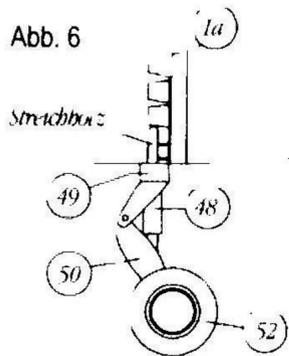

Abb. 6
Mit Hilfe der Klebewinkel (KW) kann dann der Mantel (Teil 36) um das Mittelstück herumgeleimt werden. Zu beiden sind nun die Turbinen einzuleimen, und zwar so, daß die Nähte zur Mitte zeigen. Das hintere Ende der Gondeln bilden die Verkleidungen für das Hauptfahrwerk. Die Teile 37 und 38 werden zu Ringen geklebt, erhalten ihre Verbindungsstreifen und die Spanten. Auch hier ist wieder darauf zu achten, daß die Pfeile genau auf die Naht zeigen. Teil 39 ergibt dann den spitzen Abschluß. Auf die Oberseite der fertigen Gondel muß nun Teil 40a so aufgeklebt werden, daß die Klebefalze senkrecht hochstehen. Teil 40 ist an der Hinterkante zusammenzuleimen und von oben über die Klebefalze von Teil 40 zu schieben. Um die Gondeln am Flügel zu befestigen, sind die beiden Holme 40b einzulassen. Hierzu müssen an den gekennzeichneten Stellen auf der Unterseite der Tragflächen mit einem scharfen Messer Schlitzlöcher eingeschnitten werden. Beim Einleimen ist auf die Kennzeichnung rechts und links (Pfeile unter den Teilnummern) zu achten. Da die Flügel eine starke negative V-Stellung haben, ist das besonders wichtig, damit die Triebwerksgondeln dann genau senkrecht hängen. Das gilt auch für die Teile 40, die genau der Schrägung angepaßt sind und nicht verwechselt werden dürfen. Also erst ohne Leim anpassen und ausrichten! Wenn beide Gondeln angeleimt sind, ist unser Modell fertig. Wer gern ein Standmodell haben möchte, kann noch das Fahrwerk anbringen. Hierzu werden auf der Unterseite der Motorgondeln und am Rumpfvorderteil die schwarzen Flächen 41 bzw. 47 auf dort eingezeichneten Klappen geklebt. Das Hauptfahrwerk besteht aus den Teilen 42, die um ein Streichholz herumgeleimt werden, den Teilen 43, die den Radkasten bilden und den Teilen 44 und 45, aus denen die Räder modelliert werden. Den genauen Aufbau des Hauptfahrwerks zeigt Abb. 5, den des Bugfahrwerks Abb. 6. Auch beim Bugrad bildet ein Streichholz, um das die Teile 48 und 49 herumgewickelt werden, das Federbein. Zum Schluß sind zu beiden Seiten jedes Fahrwerks die geöffneten Klappen anzubringen, und zwar so, daß die blauen Seiten zum Fahrwerk zeigen. Damit ist die Arbeit an unserem Modell beendet. Es war nicht ganz einfach, aber sicher hat sich die Mühe und Geduld gelohnt. Zum Schluß noch ein wichtiger Hinweis: Wer sein Modell auf das Fahrwerk stellen will, muß im Rumpfbug etwas Ballast unterbringen. Das müßte schon beim Zusammenbau des Rumpfes geschehen - darum rechtzeitig überlegen, ob ein Standmodell mit Fahrwerk gebaut werden soll.